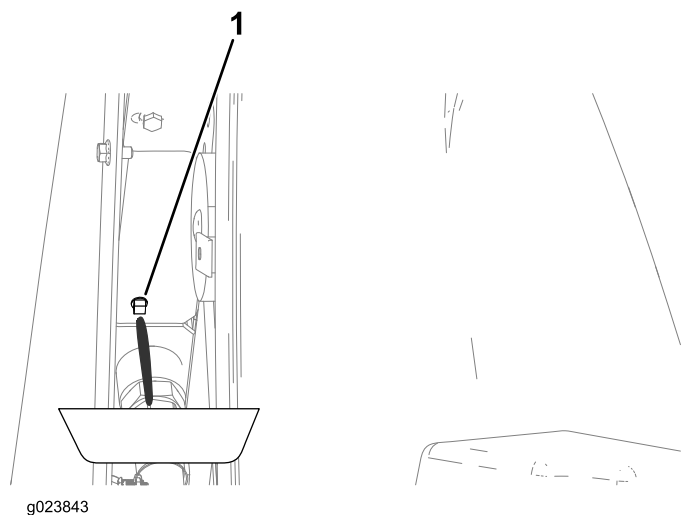

Рисунок 141
4. Подставьте под сливную пробку сливной поддон (Рисунок 141).
7. Закройте пробку сливного отверстия (Рисунок 141).
- C. Закройте пробку сливного отверстия (Рисунок 141).
- Н. Закройте пробку сливного отверстия (Рисунок 141).